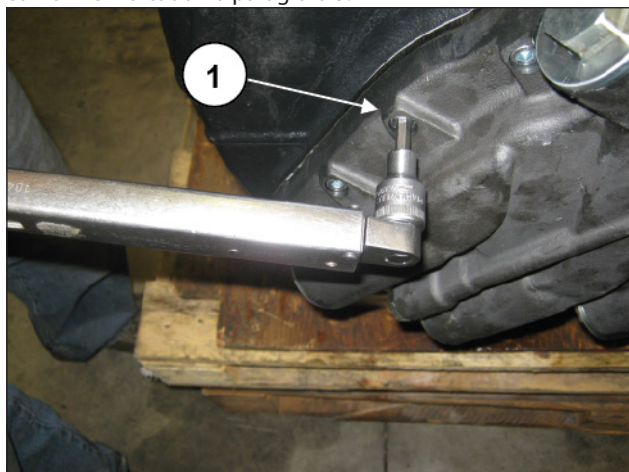

Fig. 128
Aperte o corpo da bomba de óleo, mediante os parafusos M8 (pos. ①, Fig. 128) e calibre com chave dinamométrica, conforme indicado no parágrafo 3.